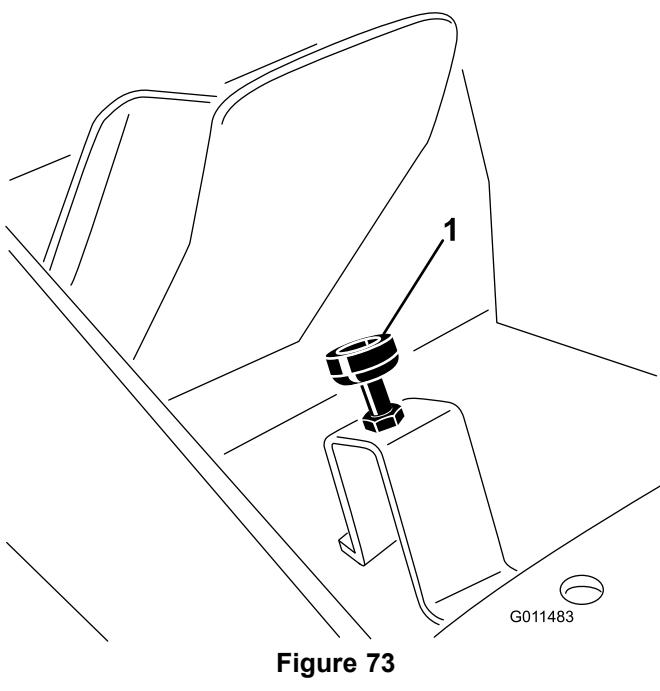

Figure 73
- Enfoncez la pédale de déplacement sur toute sa course (Figure 73). Les écrous de blocage doivent être desserrés et la butée doit être abaissée pour obtenir la course maximale de la pédale.
3. Relâchez la pédale de déplacement et ajustez la butée d'un demi à un tour supplémentaire pour que la pédale rencontre la butée juste avant d'arriver en bout de course (Figure 73).